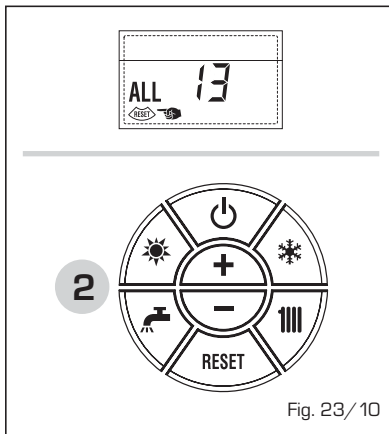

Fig. 23/10
- **ANOMALÍA SONDA HUMOS "ALL 14"** (fig. 23/11)